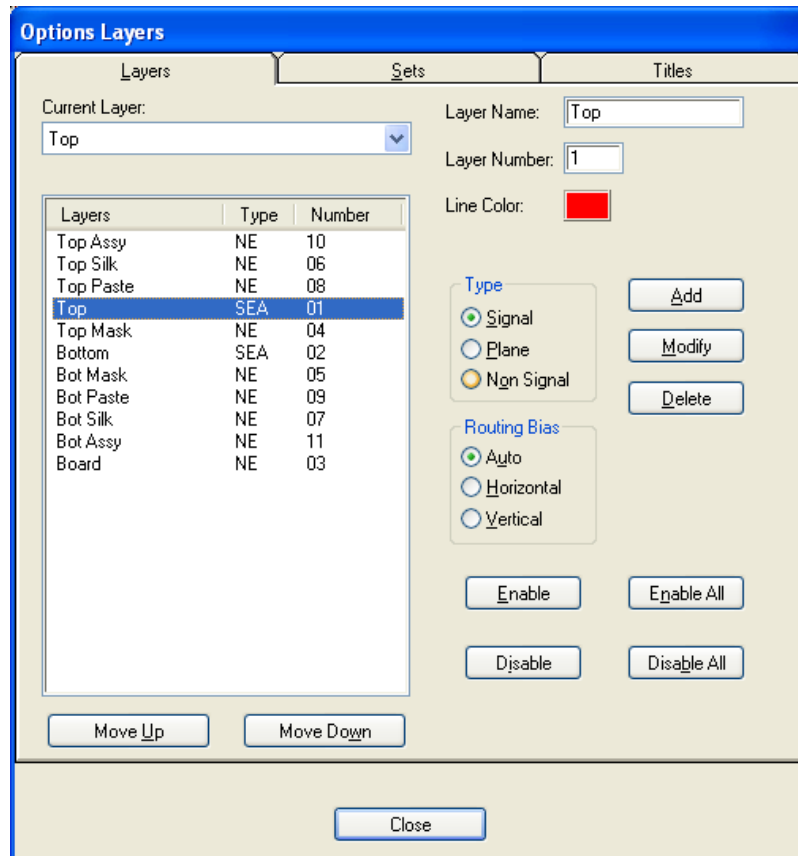

Рисунок 3.4 - Задание параметров слоев
- В открывшемся окне **Options Layers** на закладке **Layers** (рис. 3.4) для слоев **Top** и **Bottom** задать тип **Signal** (Сигнальный), в поле **Routing Bias** (Трассировать) выбрать **Auto** (Автоматически), а для слоев **Board** и **Top Mask - on Signal** (Не сигнальный).
- В окне **Routing Grid** (рис. 3.4) выбрать шаг сетки **25 mil (0,625 мм)**,